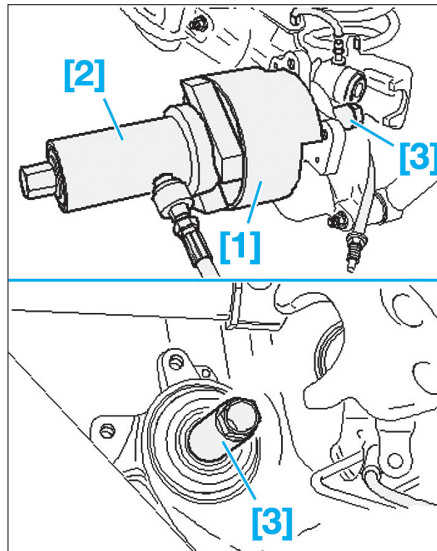

Fig. 36
- Mettre en place la cloche [1], le cylindre à piston creux [2] avec le pivot tirant et l'écrou spécial [3] (Fig.36).